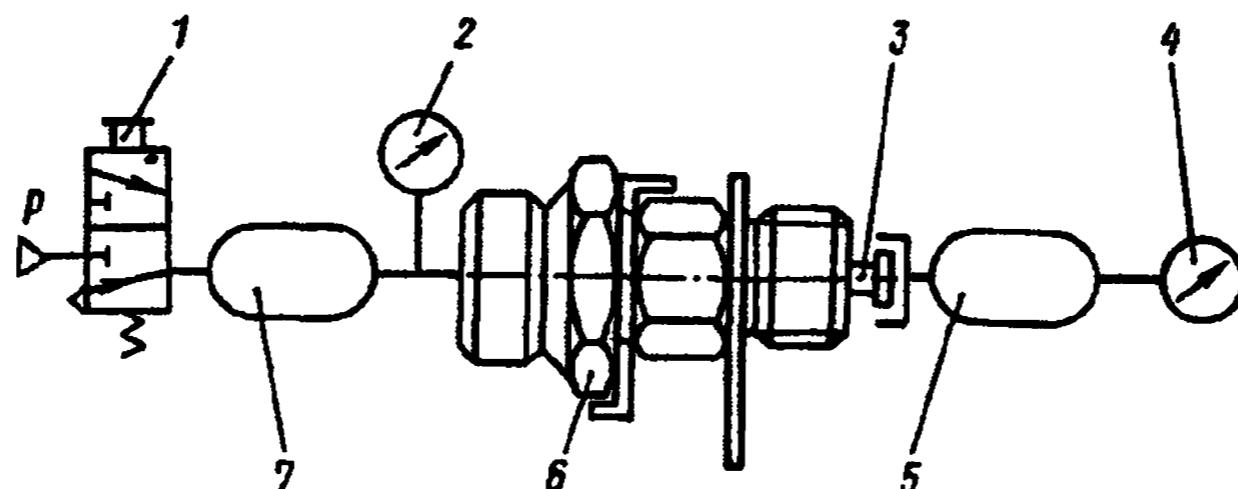

Рис. 330. Схема подключения клапана контрольного вывода:
1. Отверните колпачок от прибора 6, подключите прибор по схеме, изображенной на рис. 330.